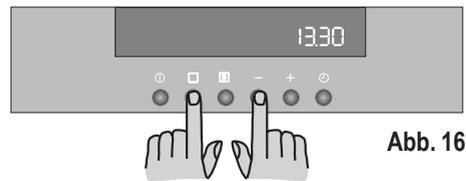

Abb. 16
- Drücken Sie gleichzeitig die Tasten  und "" und halten Sie sie mindestens 3 Sekunden lang gedrückt. Ein kurzer Signalton ertönt und die Anzeige 'SAFE' verschwindet vom Display; der Ofen kann nun wieder benutzt werden (Abb. 16).